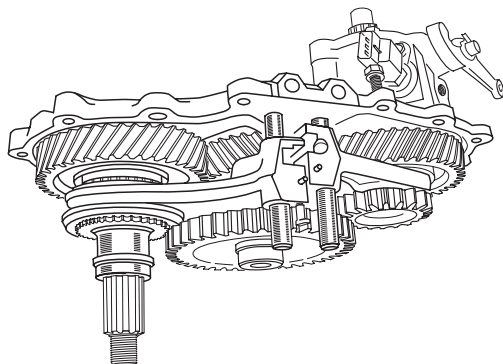

Рис. 10
5. Установите стопорные кольца подшипников и крышки подшипников. Общий вид после вышеописанных операций показан на **Рис. 10**.